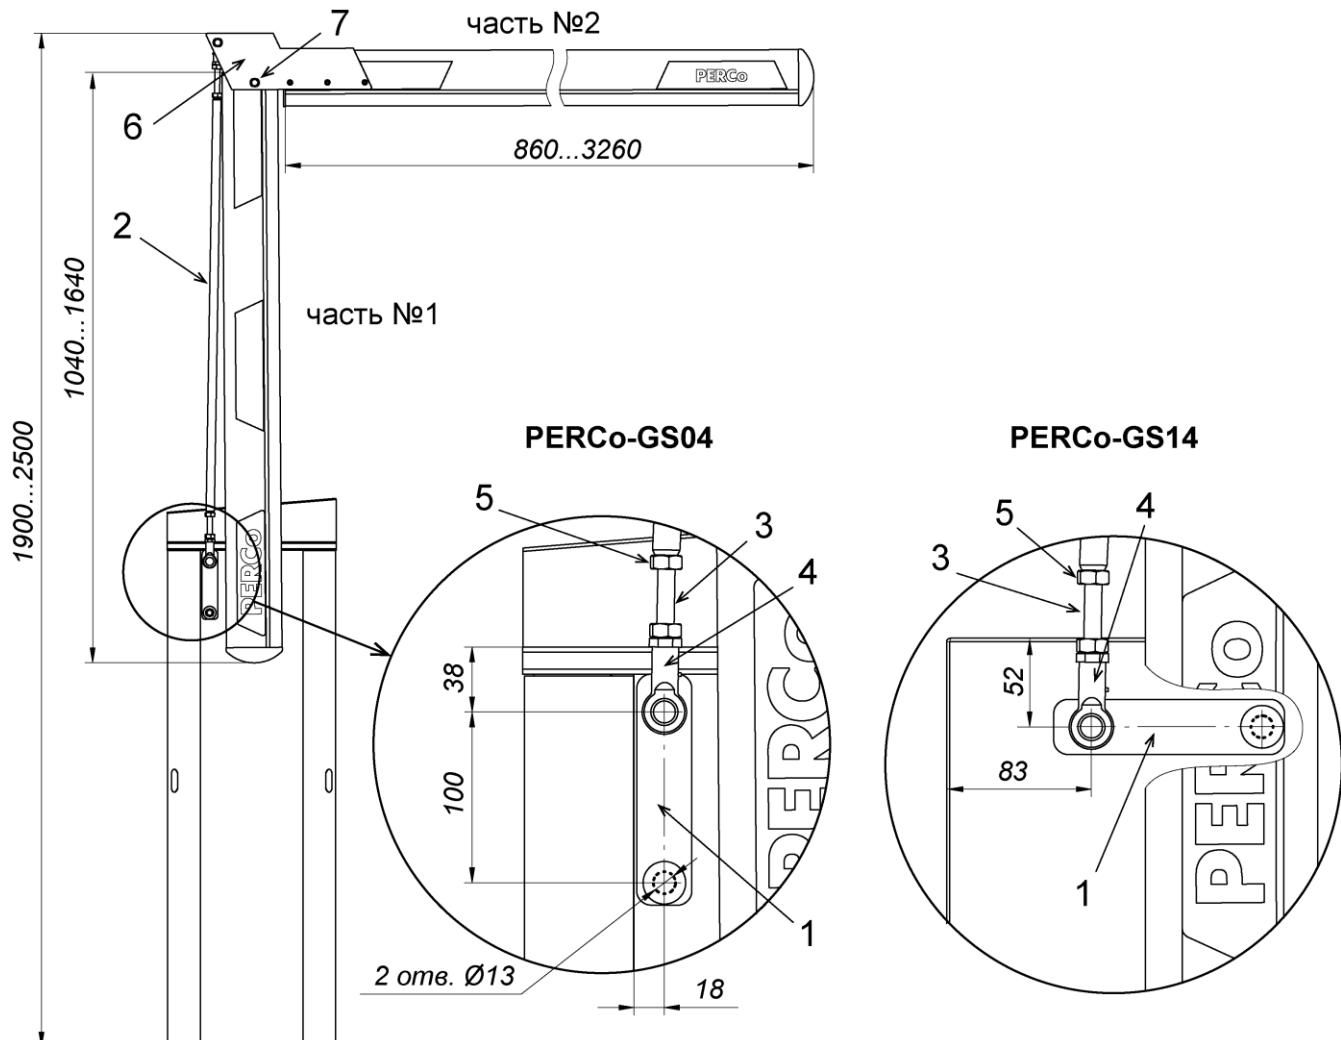

Рисунок 1. Шлагбаум PERCo с установленной стрелой PERCo-GBO и шарниром PERCo-GBF1
Порядок монтажа стрелы **PERCo-GBO** на шлагбауме **PERCo-GS04** (**PERCo-GS14**) – см. в их руководствах по эксплуатации. Необходимо учитывать, что минимальная высота шлагбаума со сгибающейся стрелой – 1900 мм, максимальная – 2500 мм, без учета высоты фундамента (см. рис. 1).
1. Просверлите в корпусе шлагбаума два отверстия под крепление пластины в соответствии с рис. 1, используя шаблон №1 из комплекта поставки. При необходимости вращения стрелы в противоположную сторону необходимо просверлить отверстия с противоположной стороны корпуса.
3. Исходя из габаритов проезда, разрежьте стрелу **PERCo-GBO** на две части №1 и №2, возможные размеры частей указаны на рис. 1. Учитывайте начало и конец стрелы. Для ровного разреза ножковкой по металлу используйте стусло.